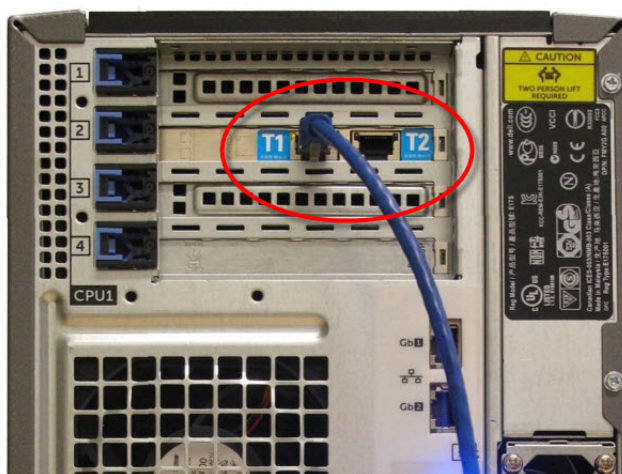

Figura 151: Portas do terminal da estação de trabalho
2. Desconectar o cabo de rede do terminal da porta rotulada **T1** ou **T2** na estação de trabalho primária, e então reconectar o cabo na mesma porta na estação de trabalho secundária. Consulte Figura 151.